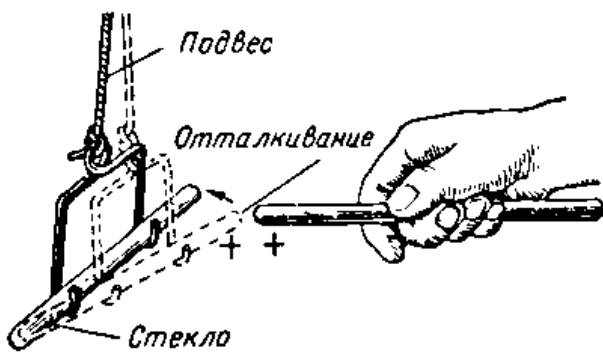

Рис. III.32
статического электричества разноименные заряды притягивают друг друга, а одноименные — отталкивают (рис. III.32 и III.33).
**Рис. III.32.** Оба стеклянных стержня натерты кусочком шелка. Шелк удаляет электроны с поверхности стекла, сообщая ему положительный заряд. Поскольку оба стержня имеют положительный заряд, они отталкивают друг друга.